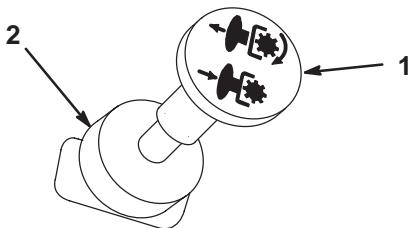

Bild 5
4. Bewegen Sie den Zapfwellenhebel auf Aus (Bild 5).
2. Stellen Sie den Zapfwellenantrieb auf Auskuppeln (Bild 5).